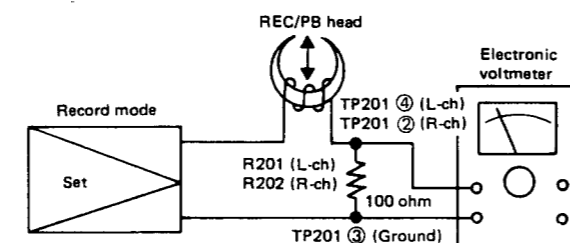

Figure 31-1
- Make connection of instruments as shown in Fig. 31-1, and adjust variable resistor VR205 or VR206 so that bias current available with the tape selector switch set at each position is shown in Table 31-1.
- Stellen Sie sicher, daß zwischen den Instrumenten (siehe Abb. 31-1) eine Verbindung besteht und stellen Sie die Regelwiderstände VR205 oder VR206 so ein, daß der Vormagnetisierungsstrom, der mit Hilfe des Cassettenwahlschalters festgesetzt werden kann, die Werte in Tabelle 31-1 erreicht.
- Brancher les appareils comme le montre la Figure 31-1 et régler la résistance variable VR205 ou VR206 de telle sorte que le courant de polarisation disponible avec le commutateur de sélection de bande réglé sur chaque position du tableau 31-1 soit comme indiqué.